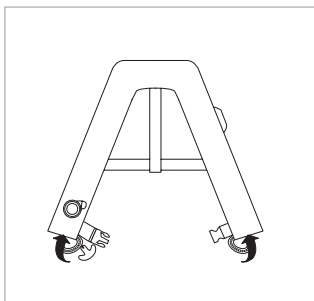

FIGURE 29 RENTREZ LES BOUTS
- 9) Utilisez un doigt pour rentrer les bouts des fermetures à glissière dans les ouvertures au bas du gilet replié (Fig. 29).